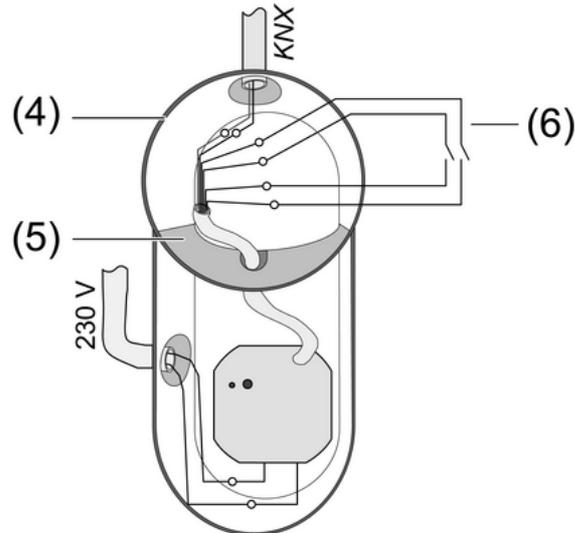

Figure 4: Montage dans un boîtier d'appareillage
**Ne pas placer les bornes de bus/postes auxiliaires et d'alimentation dans une zone de raccordement commune. Utiliser des boîtiers d'appareillage à séparateur fixe (figure 4) ou des boîtiers séparés.**